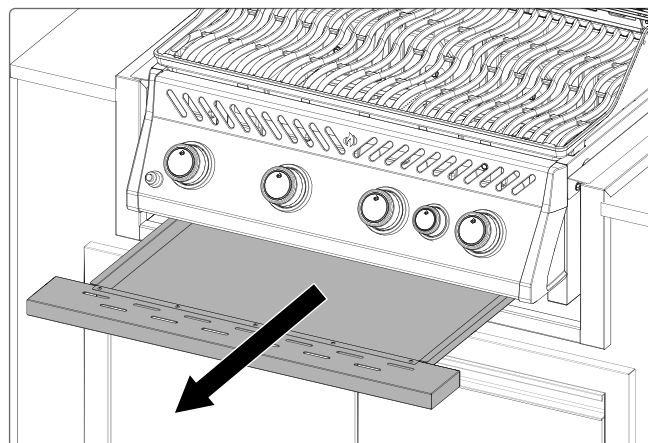

Fig. 14
1. Verwijder de schroef/schroeven waarmee de brander aan de achterwand van de BBQ is bevestigd. Schuif de brander naar achteren en omhoog om deze te verwijderen (Fig. 14).